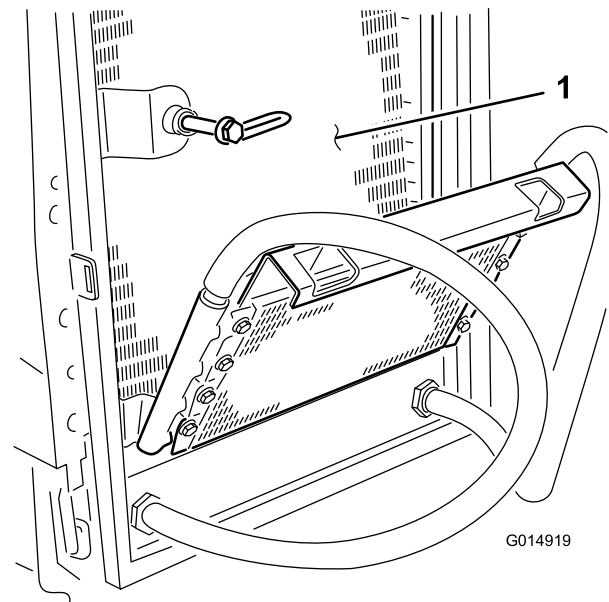

Figura 60
7. Pulite accuratamente entrambi i lati del radiatore dell'olio e del radiatore utilizzando aria compressa (Figura 60).